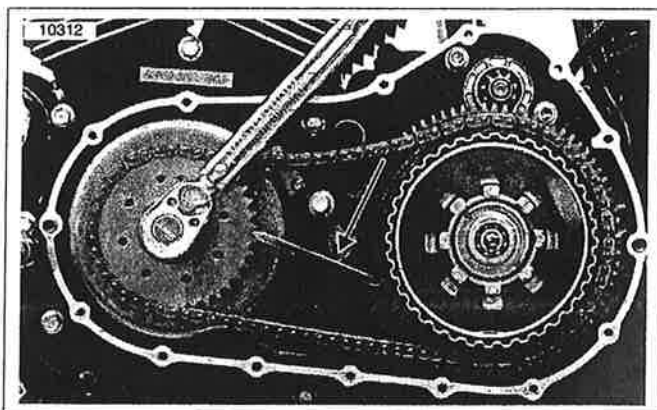

Figura 6-18. Uso de la articulación de bloqueo de la rueda dentada (HD-46283 o HD-38362) para apretar la tuerca de la rueda dentada del motor
3. Vea la Figura 6-18. Instale la ARTICULACIÓN DE BLOQUEO DE LA RUEDA DENTADA (HD-46283 o HD-38362).